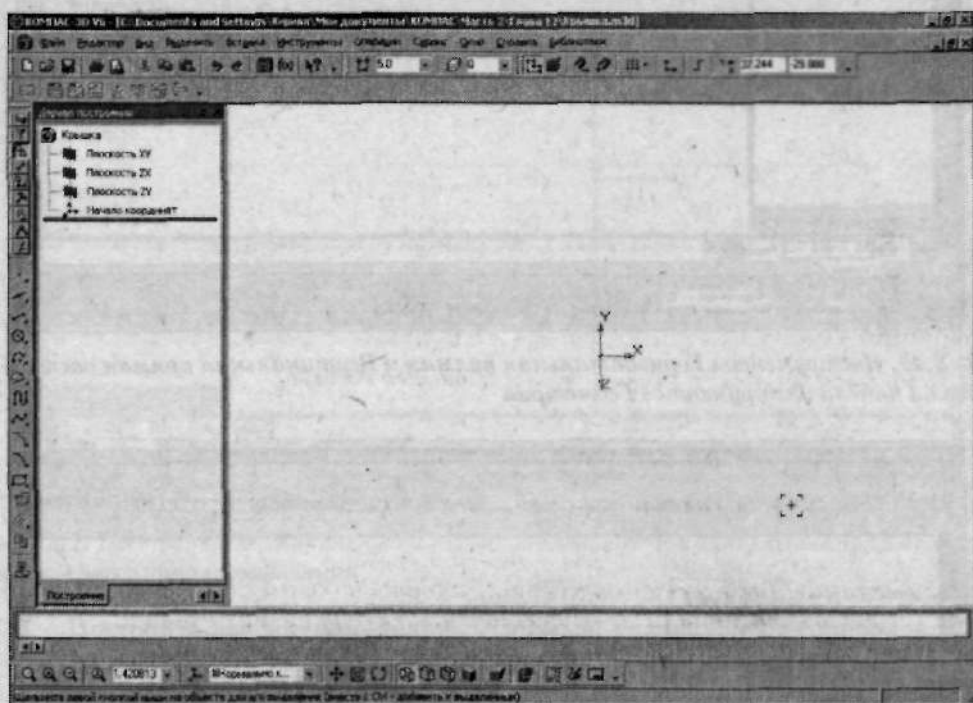

Рис. 2.48. Рабочая область в режиме редактирования эскиза
3. Чтобы приступить к построению эскиза, щелкните по кнопке  (Эскиз), расположенной на панели инструментов Главная. Рабочая область при этом примет вид, как показано на рис. 2.48.